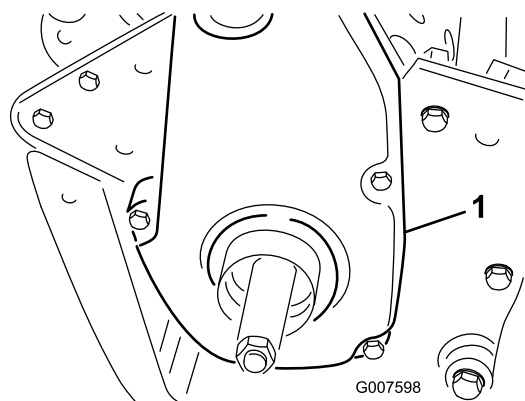

Figura 44
6. Togliete il copricinghia posteriore dal lato destro della macchina (Figura 44).